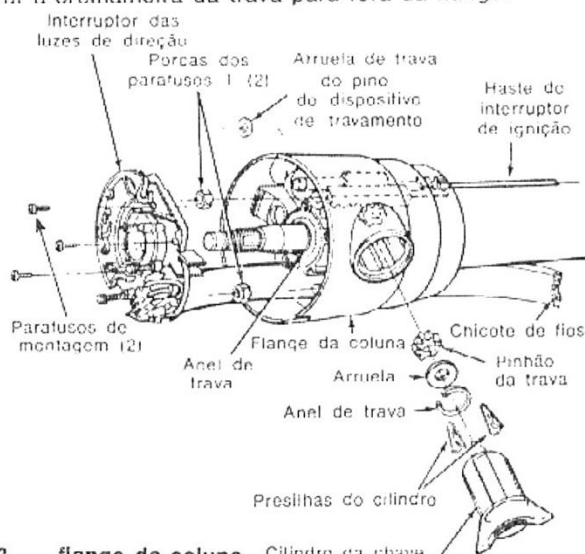

fig. 3 — flange da coluna Cilindro da chave
4. Após a remoção do pinhão da trava, remover as duas porcas dos parafusos em "T" (fig. 3) na base da flange da coluna; remover o anel de trava da árvore do sem-fim. Levantar a flange e deslizar a cremalheira da trava para fora da flange.
6. Remover as duas porcas dos parafusos em "T" na base da flange (fig. 3) e o anel de trava da árvore do sem-fim. A flange pode agora ser retirada. A cremalheira da trava ficará na coluna.